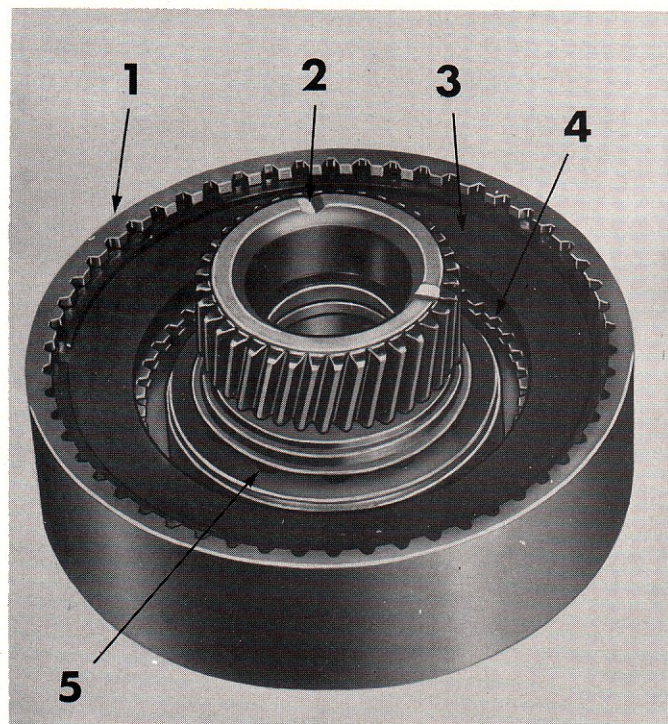

FIGURE 111 : Embrayage de prise directe — 1 = Carter d'embrayage. 2 = Circlips. 3 = Plateau de pression. 4 = Disques d'embrayage. 5 = Arrêt hélicoïdal.
1. Extraire le grand circlips monté à l'intérieur du carter d'embrayage (Figure 111), et dégager le plateau de pression et les quatre disques.